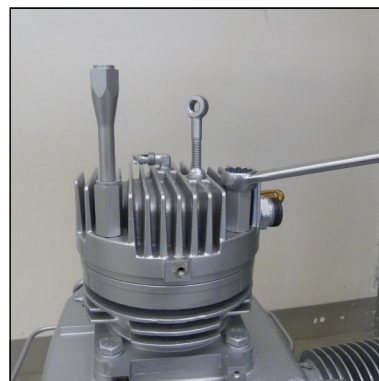

Abb. 6 - Untere Kühlrohrhalterung entfernen
- Untere Kühlrohrhalterung entfernen (Abb. 6).